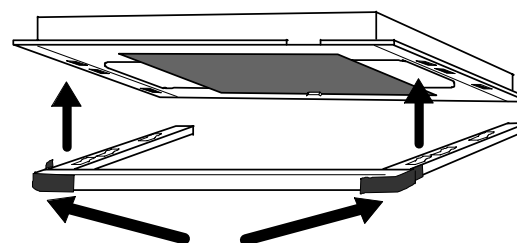

Fig. 9
OBS! Skjermrammen må alltid være skjøvet helt inn under monteringen. Tapen, Fig. 9 skal sitte på til monteringen er avsluttet.
- 1 Entre hakene på skjermrammen i de fremre hullerne i ventilator-rammen slik Fig. 9 viser.